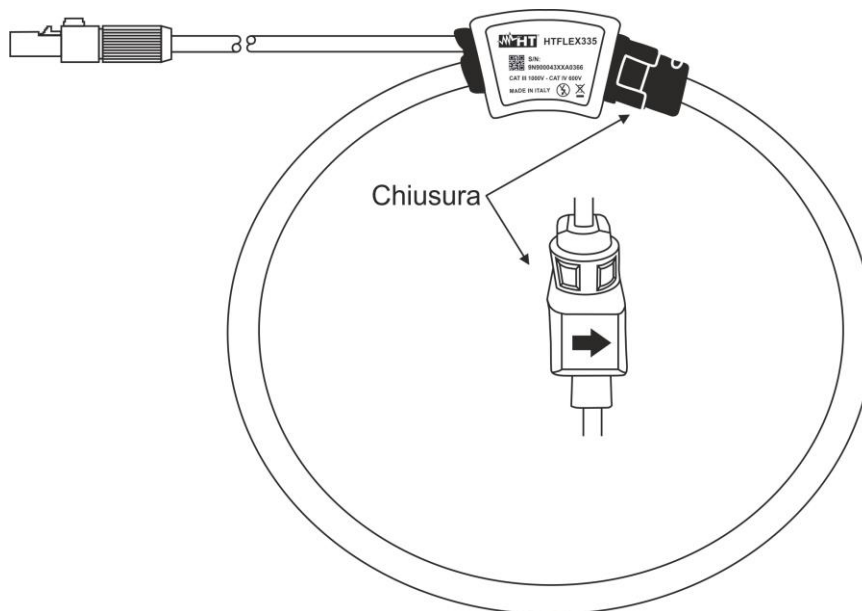

Fig. 2: Descrizione della pinza flessibile
L'accessorio, leggero e flessibile, è un trasduttore a pinza di corrente che può essere avvolto attorno alla maggior parte dei conduttori. La testa flessibile ha una curvatura predefinita che permette l'inserimento con facilità intorno al conduttore (vedere Fig. 2). La versatilità applicativa ed il grado d'isolamento differenziano la pinza flessibile dagli altri metodi di misura della corrente. Esso è costruito utilizzando materiali non ferrosi, minimizzando in tal modo qualsiasi influenza per accoppiamento magnetico sul circuito sotto test.
La pinza flessibile, a differenza di quanto gli attuali TA richiedono, è stata progettata per permettere all'operatore il posizionamento attorno al conduttore senza interromperlo. Sebbene l'uscita della pinza sia in AC, in alcuni casi può essere necessario orientare il trasduttore in modo tale che ai terminali di uscita la polarità sia definita (ex: misure di potenza). Ciò può essere fatto installando la testa flessibile attorno al conduttore prestando attenzione che la freccia presente sul dispositivo di chiusura (vedere la Fig. 2) sia rivolta nella direzione dove, per convenzione, scorre la corrente, ovvero dal generatore al carico. Qualora si eseguano misure su impianti trifase, occorre inoltre rispettare la corrispondenza tra sonda voltmetrica dello strumento di misura collegato e il trasduttore a pinza relativo alla medesima fase.
1. Avvolgere la bobina intorno al conduttore, congiungendo le due estremità della pinza rispettando la freccia presente sul dispositivo di chiusura (vedere la Fig. 2) che indica per convenzione la direzione della la corrente da generatore a carico